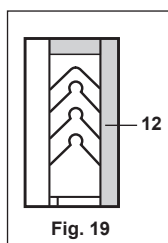

Fig. 19
- Nota:** il cuscinetto inferiore deve essere montato con il bordo ad angolo verso il basso. Qualora si montano tenute chevron, devono essere inserite una alla volta (vedere Fig. 19). È possibile che si renda necessario comprimere la molla e la sede usando il dado del premistoppa dopo aver montato due o tre chevron, e ripetere questa azione ad intervalli simili, fino a che i componenti in PTFE non saranno collocati in sede.